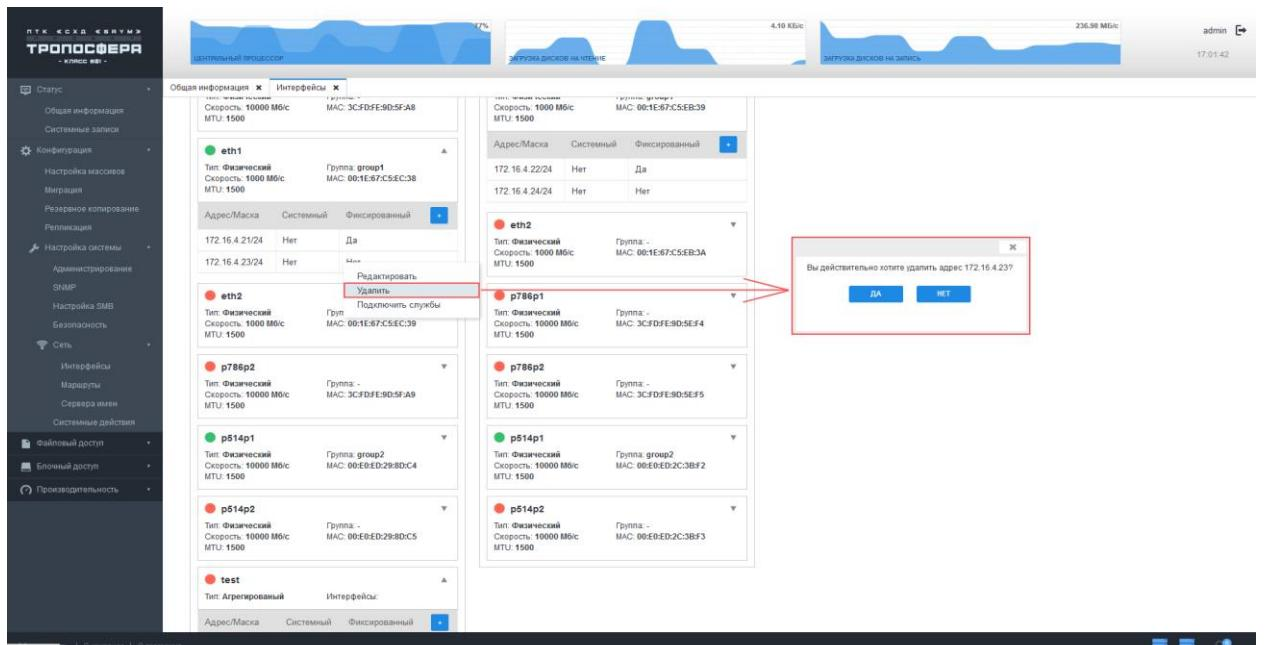

Рисунок 19 – Удаление псевдонима контроллера
- 1) Перейти на вкладку «Конфигурация» → «Настройка системы» → «Сеть» → «Интерфейсы» (см. Рисунок 19). На ней отображены все сетевые интерфейсы изделия с их текущими настройками и состояниями, для просмотра подробных параметров нажать на стрелку в правом верхнем углу нужного интерфейса: